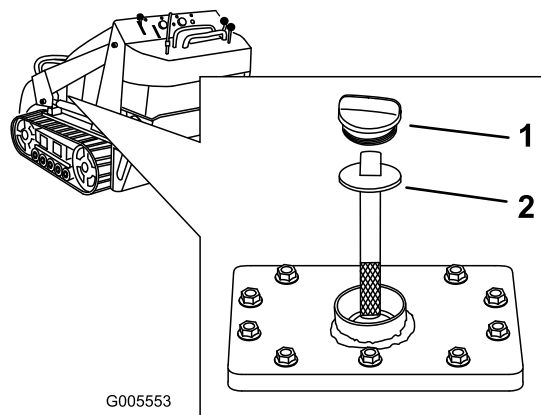

Figure 11
5. Nettoyez la surface autour du goulot de remplissage du réservoir hydraulique (Figure 11).
6. Enlevez le bouchon du goulot de remplissage et vérifiez le niveau de liquide sur la jauge (Figure 11).